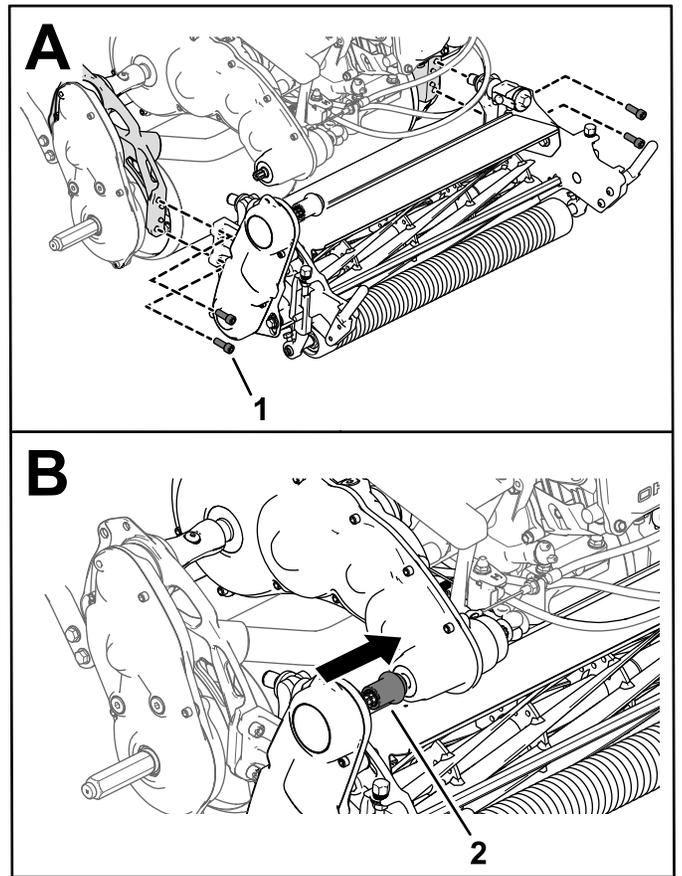

图 47
3. 用 4 个六角头螺丝将滚刀组固定到机架上（图 47）。
4. 将滚刀组驱动联轴器滑动到变速箱驱动轴上（图 47）。